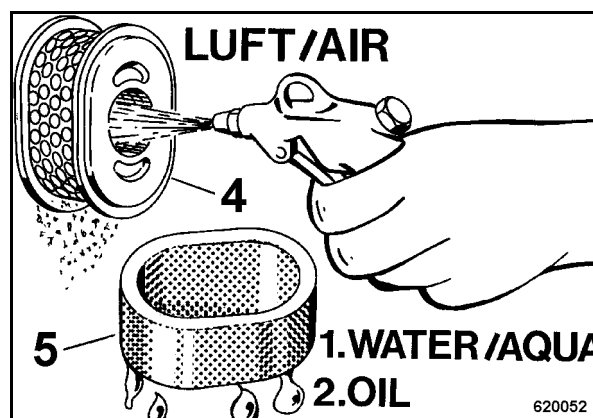

рис. 36
- Очистить бумажную вставку (4) (рис. 36) легким постукиванием или осторожно